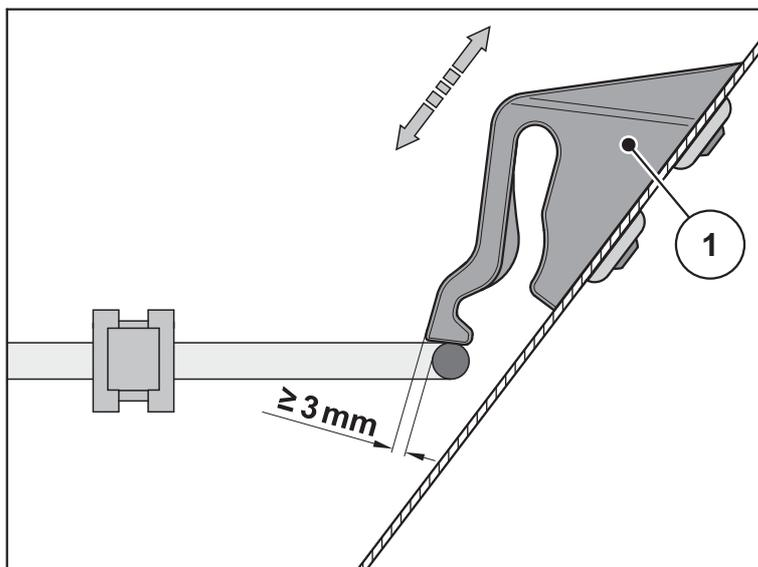

図 9.4: 安全スクリーンロック機能点検の方法
- 必要であれば安全スクリーンロック [1] を上 / 下に動かし、位置を調整します (図 9.4 を参照)。